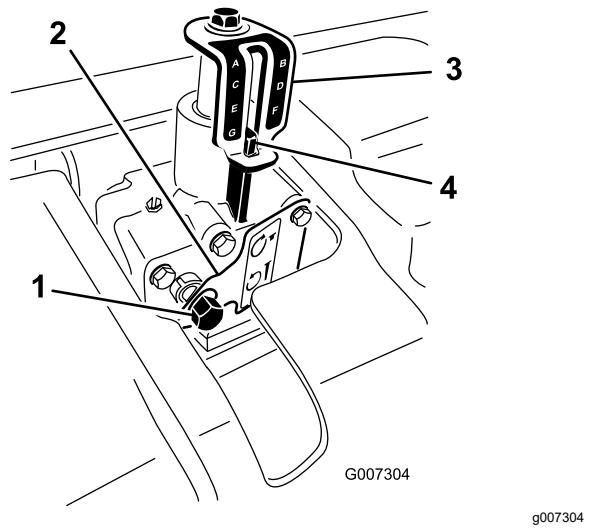

Figura 24
- Introduzca una llave de vaso de 9/16" con una llave de carraca en el eje de entrada del ajustador de profundidad (Figura 24).
- Gire el ajustador de profundidad en sentido horario para reducir la profundidad de aireación, o en sentido antihorario para aumentar la profundidad de aireación. (Figura 24).
- Gire el eje de entrada del ajustador de profundidad hasta obtener la profundidad deseada, indicada en la pegatina del indicador de profundidad (Figura 24).